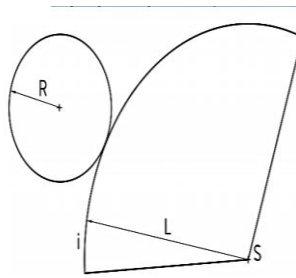

Рисунок 14 . Развертка конуса
- угол развертки боковой поверхности конуса определяется по формуле: $\alpha = (360 \times R) / L$, где R – радиус основания конуса, - длина образующей конуса в любом месте на полученной дуге построить основание пирамиды с окружность радиуса R (рис. 14).